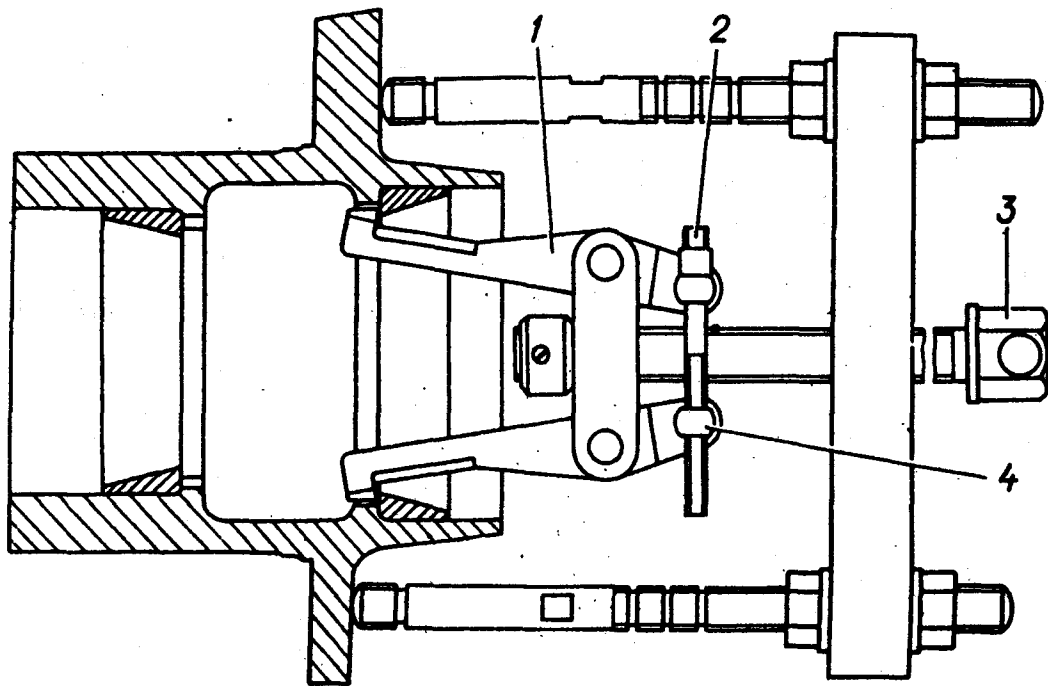

Рис. 38. Выпрессовка наружных колец подшипников ступиц колес:
6. Выпрессовать из ступицы наружное кольцо внутреннего подшипника с помощью съемника 7823-6087 с захватом 7823-6097 (рис. 38).